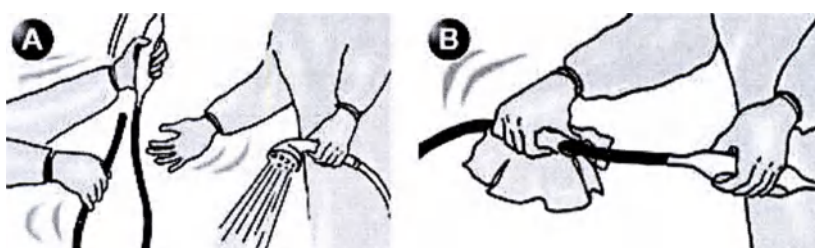

Рис. 1-15. Немедленно обработайте датчик
1. После извлечения чреспищеводного датчика из тела пациента (Рис. 1-15-А) немедленно промойте его. Если немедленное промывание датчика невозможно, протрите эндоскоп тканью, смоченной в воде (Рис. 1-15-В).